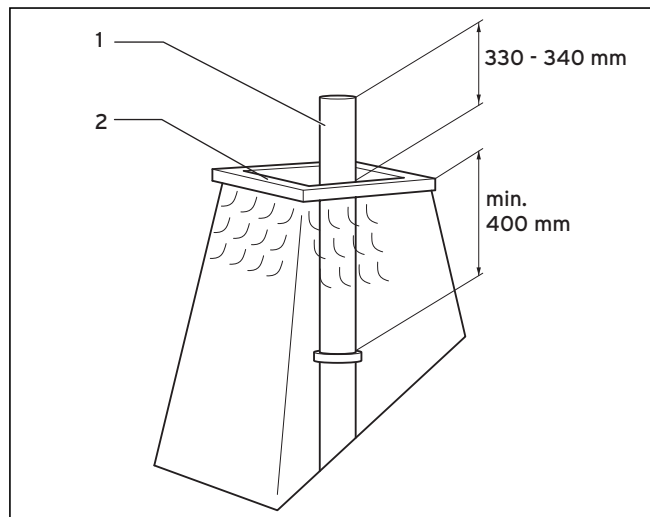

Fig. 4.40 Raccourcissement du tuyau en acier inoxydable
- Coupez le tuyau en acier inoxydable (1) conformément à la fig. 4.40.
- Etanchez le rebord de la bouche (2) à l'aide de silicone.